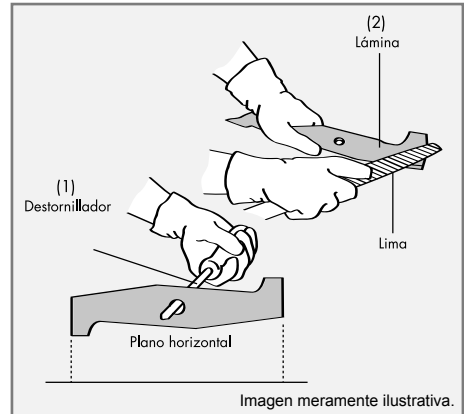

Figura 7
5. Asegúrese de que la lámina esté balanceada. Utilice un destornillador y mantenga la lámina paralela al plano horizontal, como muestra la Figura 7. Una lámina que está balanceada va a quedar paralela al piso, caso contrario, el lado pesado va a girar en dirección al piso. Afile el lado pesado hasta que la lámina quede equilibrada.